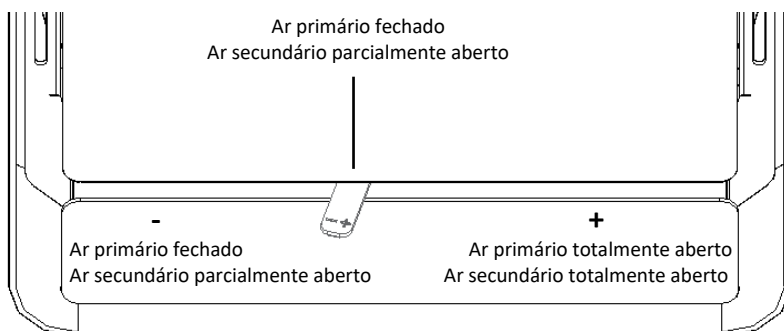
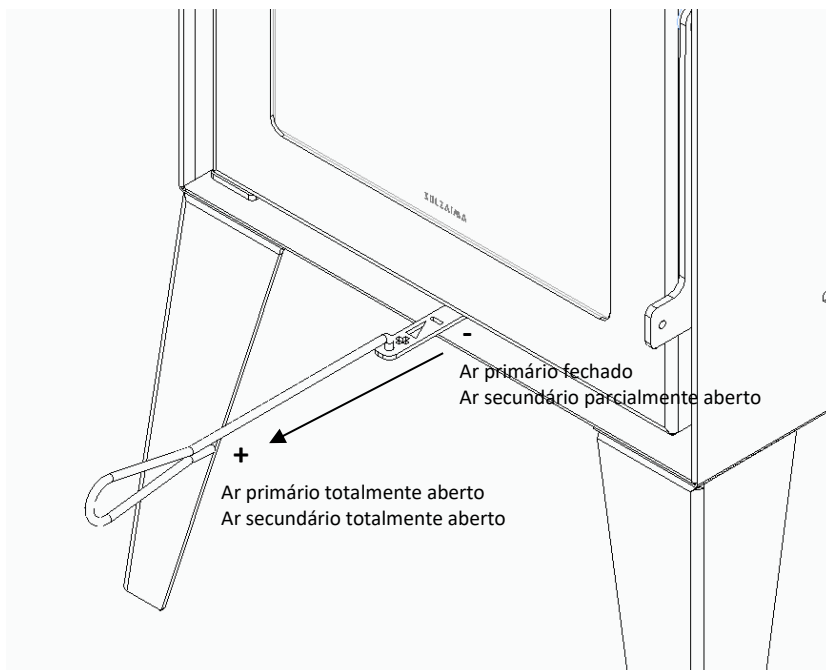

Figura 33 - Regulador de ar na posição de ponto ótimo de queima (exceto M12F Eco e M20 Eco)
Figura 34 - Regulador de ar na posição de ponto ótimo de queima M12F Eco e M20Eco
5. O período de acendimento termina quando a estrutura do equipamento tiver atingido uma temperatura estacionária. Deve então fechar a porta e regular a entrada do ar de combustão para uma queima lenta (sem ar primário), tal como demonstra a Figura 33 e Figura 34;